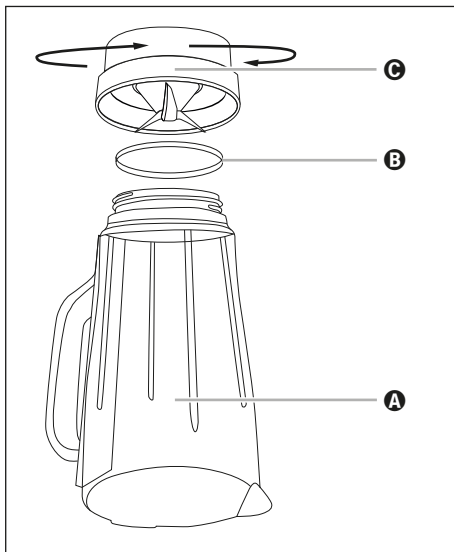

Bild 4
- 2) Vänd på produkten och vrid mixerbehållarens ③ plastdel ④ motsols tills den lossar från mixerbehållarens ③ glaskanna ① (se bild 4).
- 4) Om det behövs kan du försiktigt ta ut tätningsringen ② ur plastdelen ④. Rengör den i vatten och mildt diskmedel och skölj sedan med rent vatten.
- 6) Sätt tillbaka tätningsringen ② i plastdelen ④ igen, om den tagits av. Sätt sedan tillbaka mixerkannans ③ plastdel ④ på mixerbehållarens ③ glaskanna ① och vrid plastdelen ④ medsols tills den sitter fast.